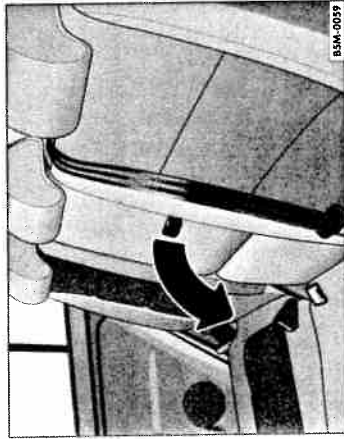

Fig. 67 Cotiera din spate.
- Trageți curelușa în sensul săgeții ⇒ fig. 67 și rabatați cotiera în față. Cotiera poate fi utilizată ca suport pentru băuturi ⇒ ▲, ⇒ ○.